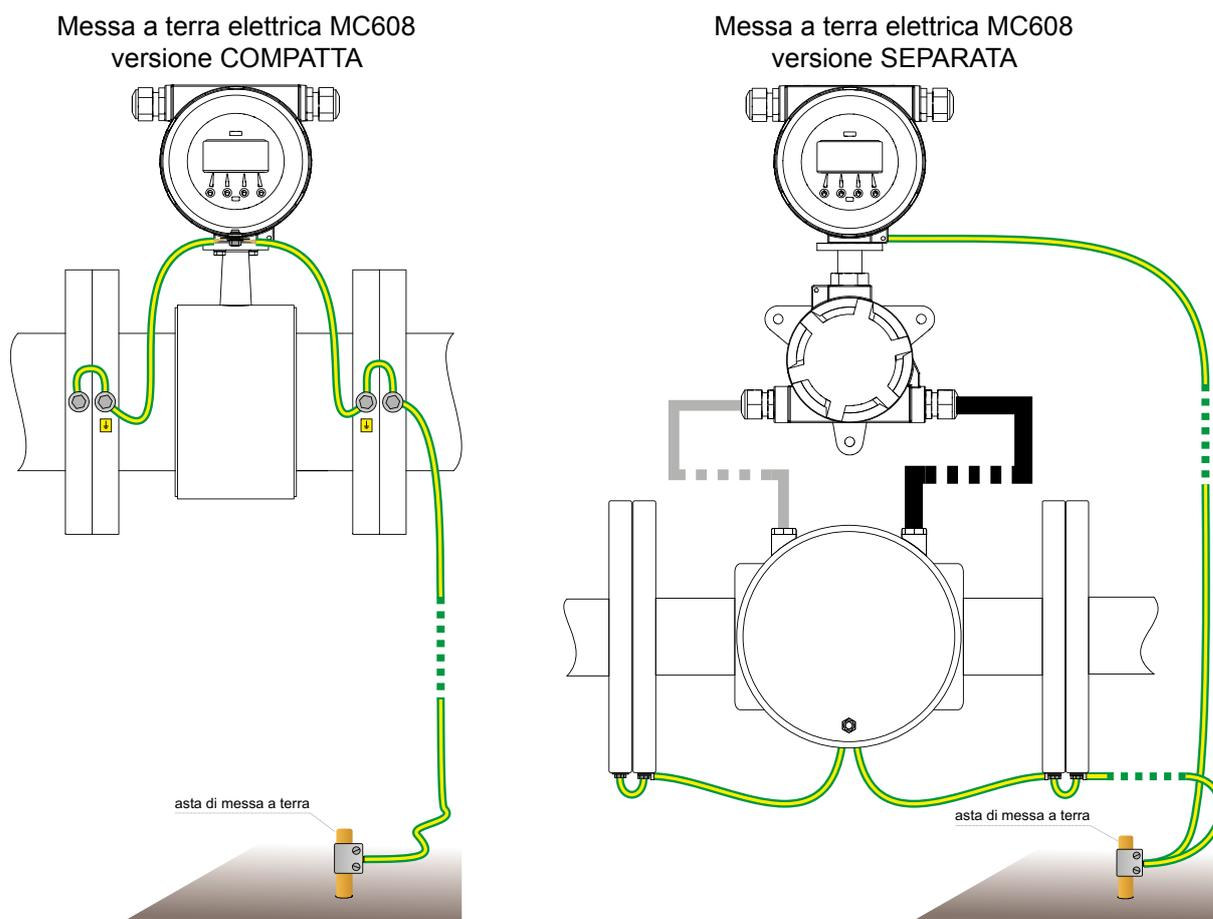

Fig. 34
Lo scopo della connessione di terra è proteggere il sistema da interferenze elettromagnetiche esterne e fissare il riferimento di misurazione del misuratore. Per raggiungere questo requisito è necessario un collegamento di terra pulito con la resistenza più bassa possibile. Si consiglia di utilizzare almeno un cavo 4mm2 / AWG11 per eseguire i collegamenti di messa a terra. Nel caso in cui il liquido non sia collegato elettricamente ai tubi (plastica o rivestimento interno) sono necessari anelli di messa a terra. Una messa a terra mancante o errata si tradurrà in comportamenti imprevedibili (Fig. 34).
**Nota:** Nella versione MC608 SEPARATA il sensore e il convertitore devono essere messi a terra utilizzando due fili separati (Fig. 34). Evitare un posizionamento ravvicinato dei cavi segnale e di alimentazione per ridurre al minimo l'interferenza.